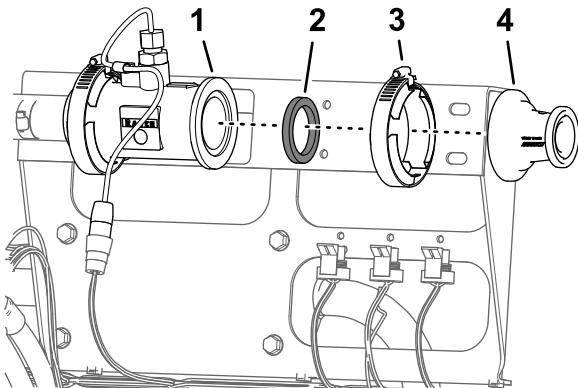

Figura 69
- Rimuovete il morsetto flangiato da 51 mm (2") e la guarnizione da 38 mm (1½") che fissano la flangia del riduttore alla flangia del flussometro (Figura 69).